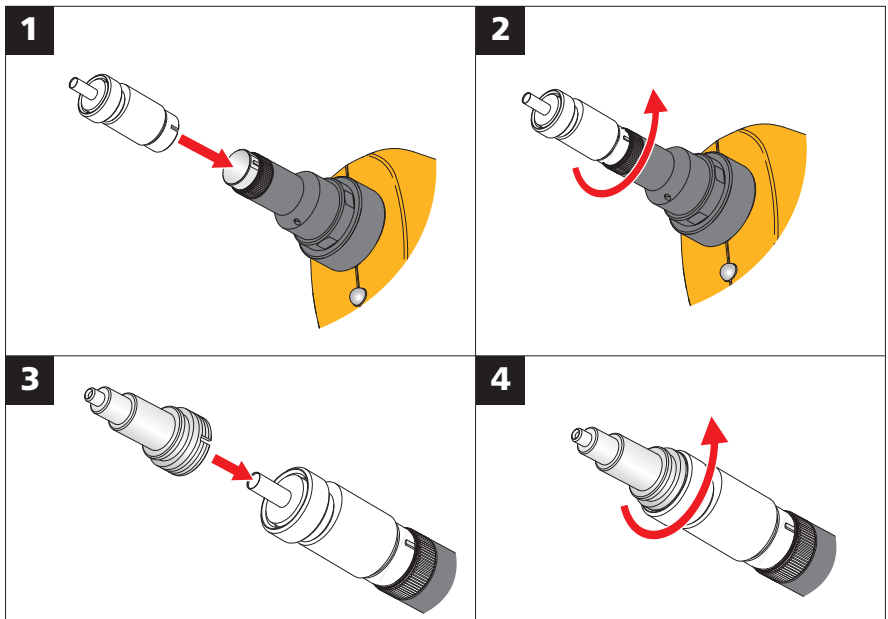

Figura 1. Conexión de punta de fibra individual
1. Alinee la ranura del adaptador de fibra individual con la patilla de alineación del extremo de la Sonda. Consulte la figura 1.